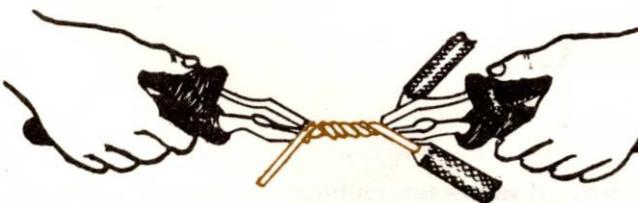

Figura 4
4. Paso: Coloque el alicate en el otro extremo y continúe el giro hasta asegurar bien la unión. (figura 4).